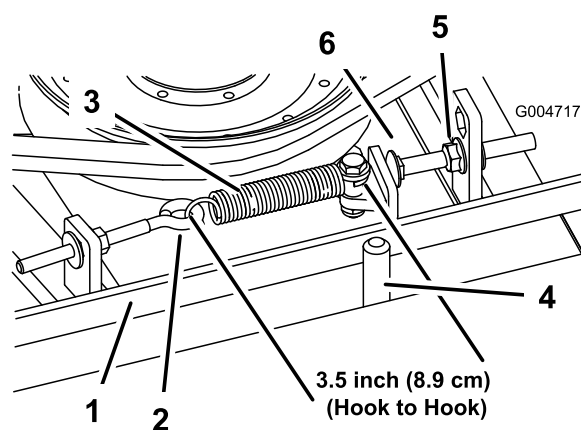

Bild 101
Bei richtiger Spannung sollte die Messung innen an der Verlängerungsfeder (Haken zu Haken) ungefähr $8,3 \text{ cm} \pm 9,5 \text{ cm}$ betragen. Wenn die Federspannung richtig ist, stellen Sie die Anschlagsschraube (Schlossschraube) ein, bis der Abstand zwischen dem Schraubenkopf und dem Spannarm ungefähr 2-55 mm beträgt (Bild 101).
Hinweis: Achten Sie darauf, dass der Riemen auf der Federseite der Riemenführung positioniert ist (Bild 101).
2. Lösen Sie den Augenbolzen, um die Verlängerungsfeder abzunehmen (Bild 101).
3. Lösen Sie die Bundmutter, mit der die Anschlagsschraube an der Befestigungsnase befestigt ist, und schieben Sie die Spannscheibe vom Riemen weg, um die Riemenspannung zu lösen (Bild 101).
9. Setzen Sie die Verlängerungsfeder (Bild 101) wieder in den Augenbolzen ein und spannen Sie den Riemen wie folgt: